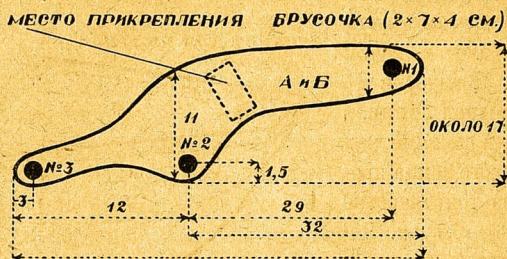
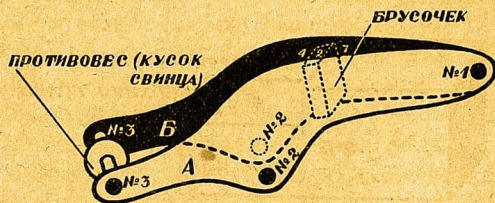

Рис. 53. Фанерные держалки (*A* и *Б* две) для рупора-мембраны.
Рис. 54. Держалка рупора-мембраны в собранном виде.
3. Для держалки рупора (рис. 53 и 54) выпилите из фанеры две дощечки *A* и *Б*. На дощечках отметьте три точки (1, 2, 3). В этих точках просверлите подходящего размера отверстия. Имейте в виду, что через отверстие 1 будет проходить небольшой болтик *В*, прикрепляющий держалку к рупору, через отверстие 2—болтик *Б* башмачка, а через
Между фанерными дощечками *А* и *Б* поместите брусочек $2 \times 7 \times 4$ см (на рис. 53 и 54 брусочек показан пунктиром) и привинтите дощечки к брусочку. Теперь прижмите фанерные дощечки друг к другу около отверстия 1. Держалка рупора примет вид, изображенный на рис. 54.